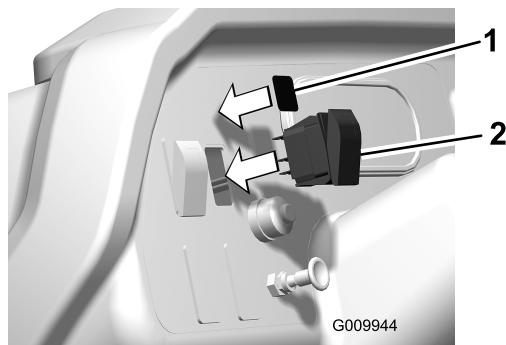

図 20
2. 開口部にスイッチをはめ込む図 20。
3. ダッシュパネルスイッチの隣にステッカーを貼り付ける図 20。